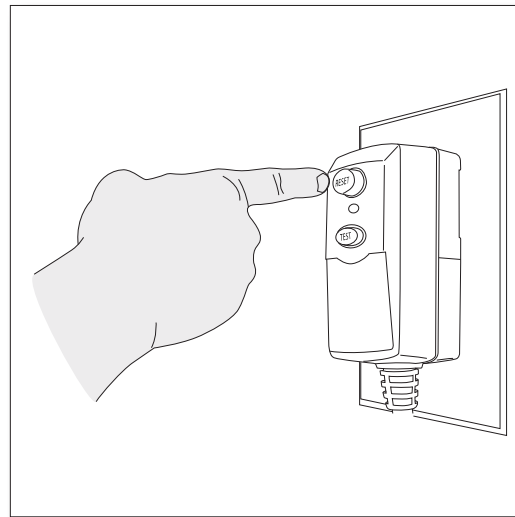

Fig. 19
- Desenrolle el cable de alimentación por completo y conecte el GFCI en una salida de 120 voltios a tierra. Pulse el botón ‘**reset**’ en el GFCI (**Fig. 19**). La ventana de indicador debe mostrar un color rojo. Esto debe hacerse cada vez que la unidad esté enchufada. (Las unidades de EE.UU.)